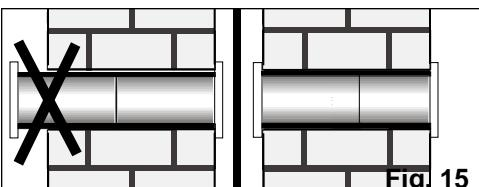

Fig. 15
- Si la largura de los accesorios es excesiva, puede cortar uno de ellos para adaptar el conjunto a la dimensión del muro, Fig. 15.